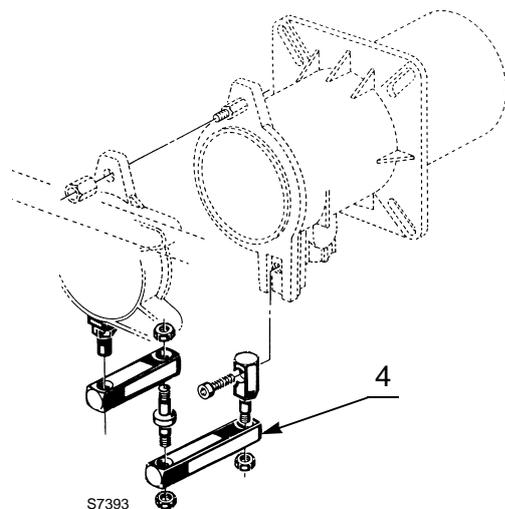

Abb. 9
Das mitgelieferte Scharnier (4) wie in der Abb. 9 gezeigt montieren.